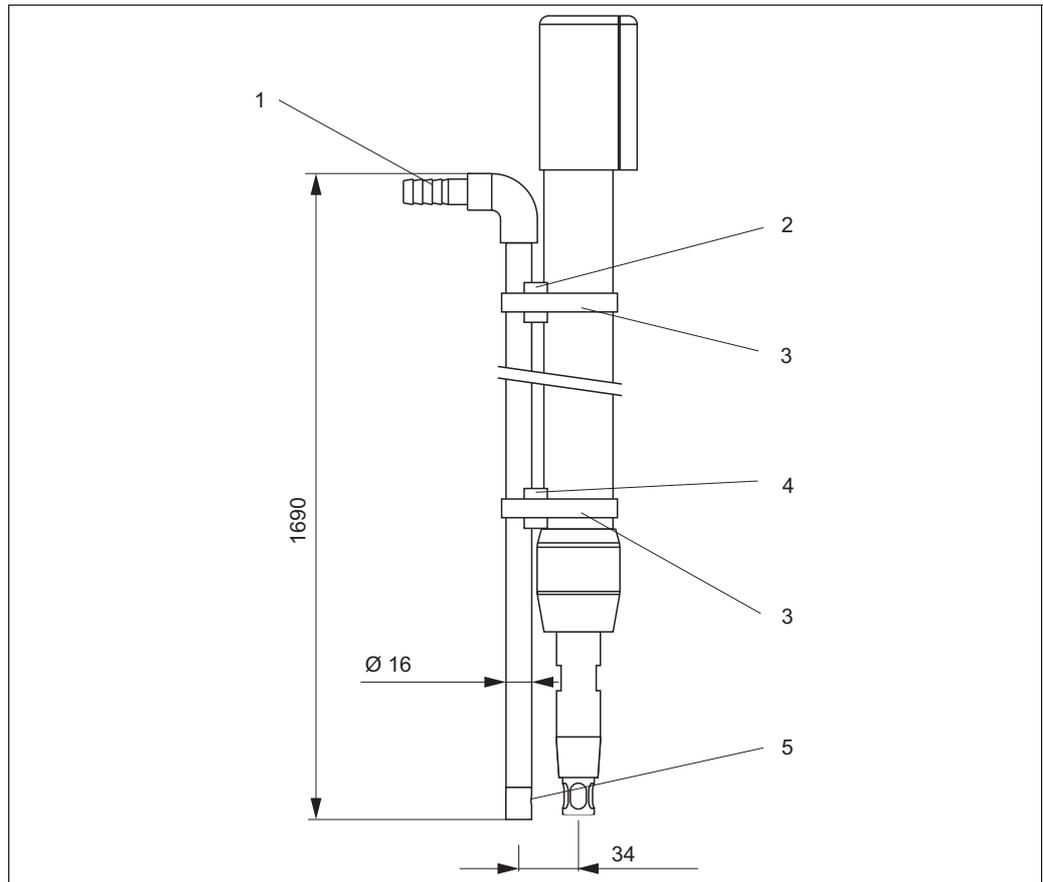

Fig. 14: Sistema di pulizia a spruzzo
1. Fissare il tubo del kit di pulizia del tubo al CYA611 usando i connettori filettati per tubo multiplo (→ Fig. 14, pos. 3) e gli spaziatori (pos. 2, 4).